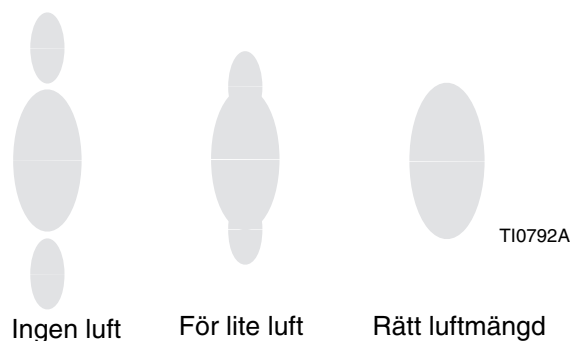

FIG. 14
- Ställ in sönderdelningsluftens lufttryck vid avtryckning till cirka 3,5 kPa, 0,35 bar (5 psi). Kontrollera sprutmönstret och justera lufttrycket tills svansarna sönderdelas helt och dras in i sprutmönstret. Se FIG. 14. 4,9 till 7,0 kPa, 0,49 till 0,7 bar (7 till 10 psi) lufttryck är normalt tillräckligt för att sönderdela svansarna, särskilt för material med låg viskositet. Ställs lufttrycket för högt avlagras färg på luftmunstycket och effektiviteten minskar. Överskrid inte 0,7 MPa (7 bar) lufttryck till pistolen.